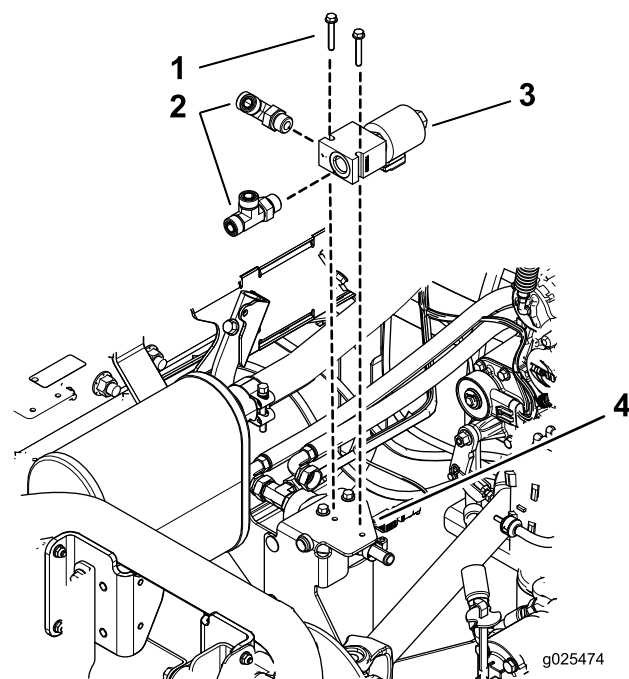

Figura 8
2. Montate il collettore sulla staffa del telaio utilizzando i 2 bulloni a testa esagonale ($\frac{1}{4}$ " x 1-7/8") come illustrato in Figura 8.
1. Montate i raccordi a T sul collettore senza fissarli (Figura 8).